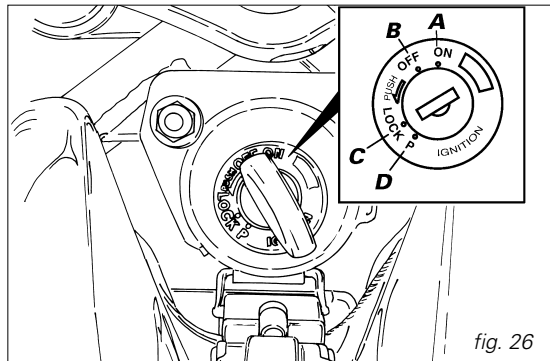

fig. 26
1) Posicionar el interruptor de encendido en **ON** (fig. 26). Controlar que el indicador verde **N** y rojo  ubicados en el salpicadero se encuentren iluminados.